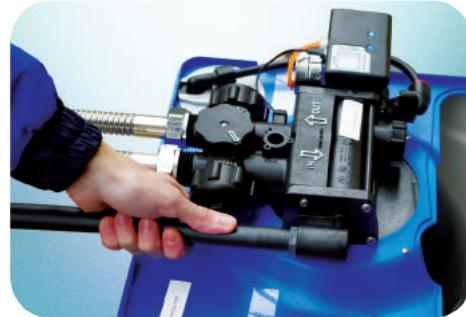

рисунок 6
- 1** Вкрутите сливной патрубок (см. рисунок 6) в сливное отверстие таким образом, чтобы снаружи было видно менее трех витков резьбы. Для предотвращения утечки, оберните резьбу сливного патрубка тремя витками тефлоновой ленты, шириной $\frac{1}{2}$ дюйма.
- 2** Подсоедините сливную линию к сливному отверстию (см. рисунок 6) с помощью гибко-